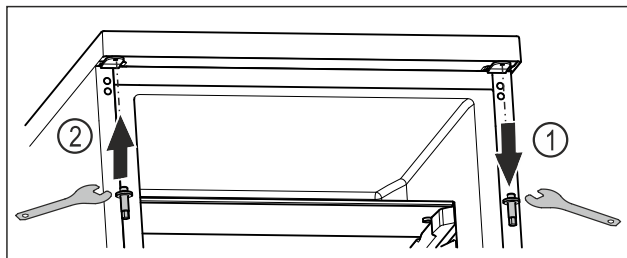

Fig. 15
- ▶ Dévisser l'axe supérieur avec une clé mâle coudée pour vis à six pans creux. Fig. 15 (1)
- ▶ Serrer l'axe du côté opposé avec une clé mâle coudée pour vis à six pans creux. Fig. 15 (2)